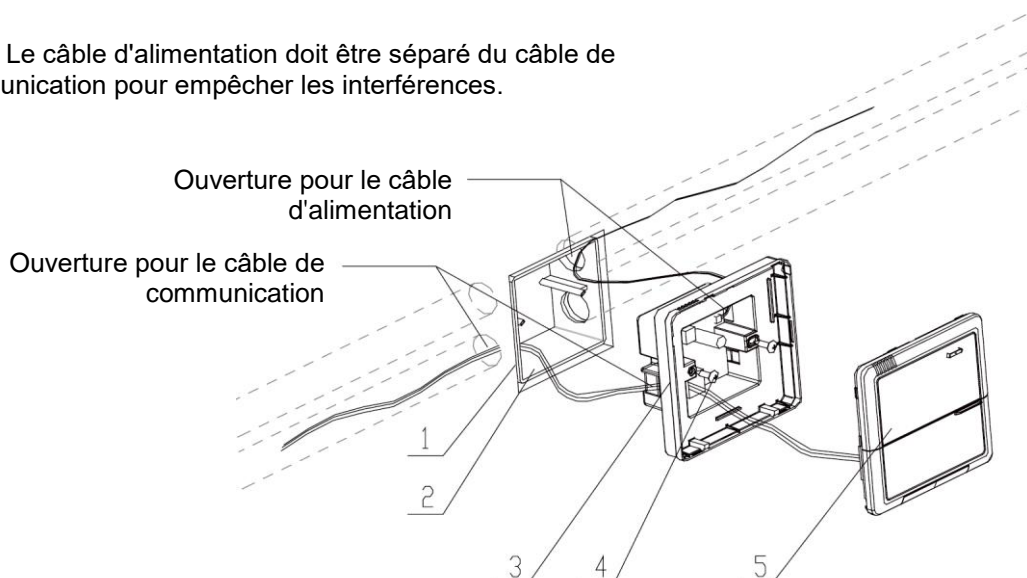

Fig. 7.6 Schéma d'installation
- b. Encastrez le boîtier d'installation (2) selon la figure 7.6 de l'installation de l'étui intérieur (3).
- d. Fixez l'étui intérieur sur le boîtier d'installation (2) à l'aide des vis.
- f. Refermez le capot (5).